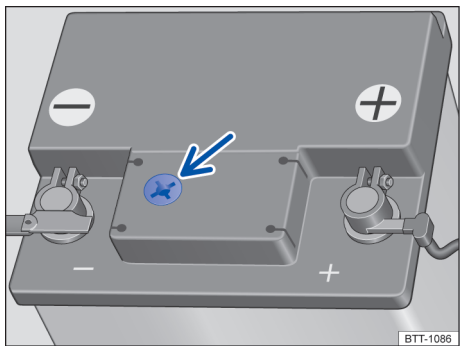

Fig. 178 Olho mágico na parte superior da bateria 12 V (representação esquemática).
- Procure dispor de boa iluminação para poder distinguir bem o indicador de cor no olho mágico redondo na parte superior da bateria 12 V → Fig. 178 (seta). Nunca utilize uma chama exposta ou objetos incandescentes para iluminar.